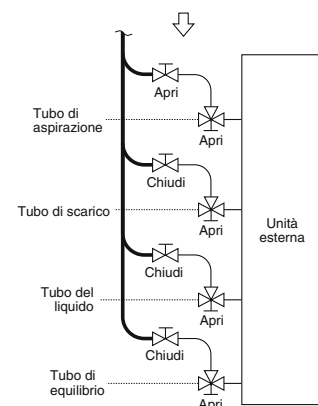

Fig. 6-6
- Se la quantità di refrigerante aggiuntivo non può venire caricata tutta in una volta, caricare quella rimanente in forma liquida usando la valvola di servizio del tubo di aspirazione con sistema nella modalità di raffreddamento al momento della prova di funzionamento. (Fig. 6-6)